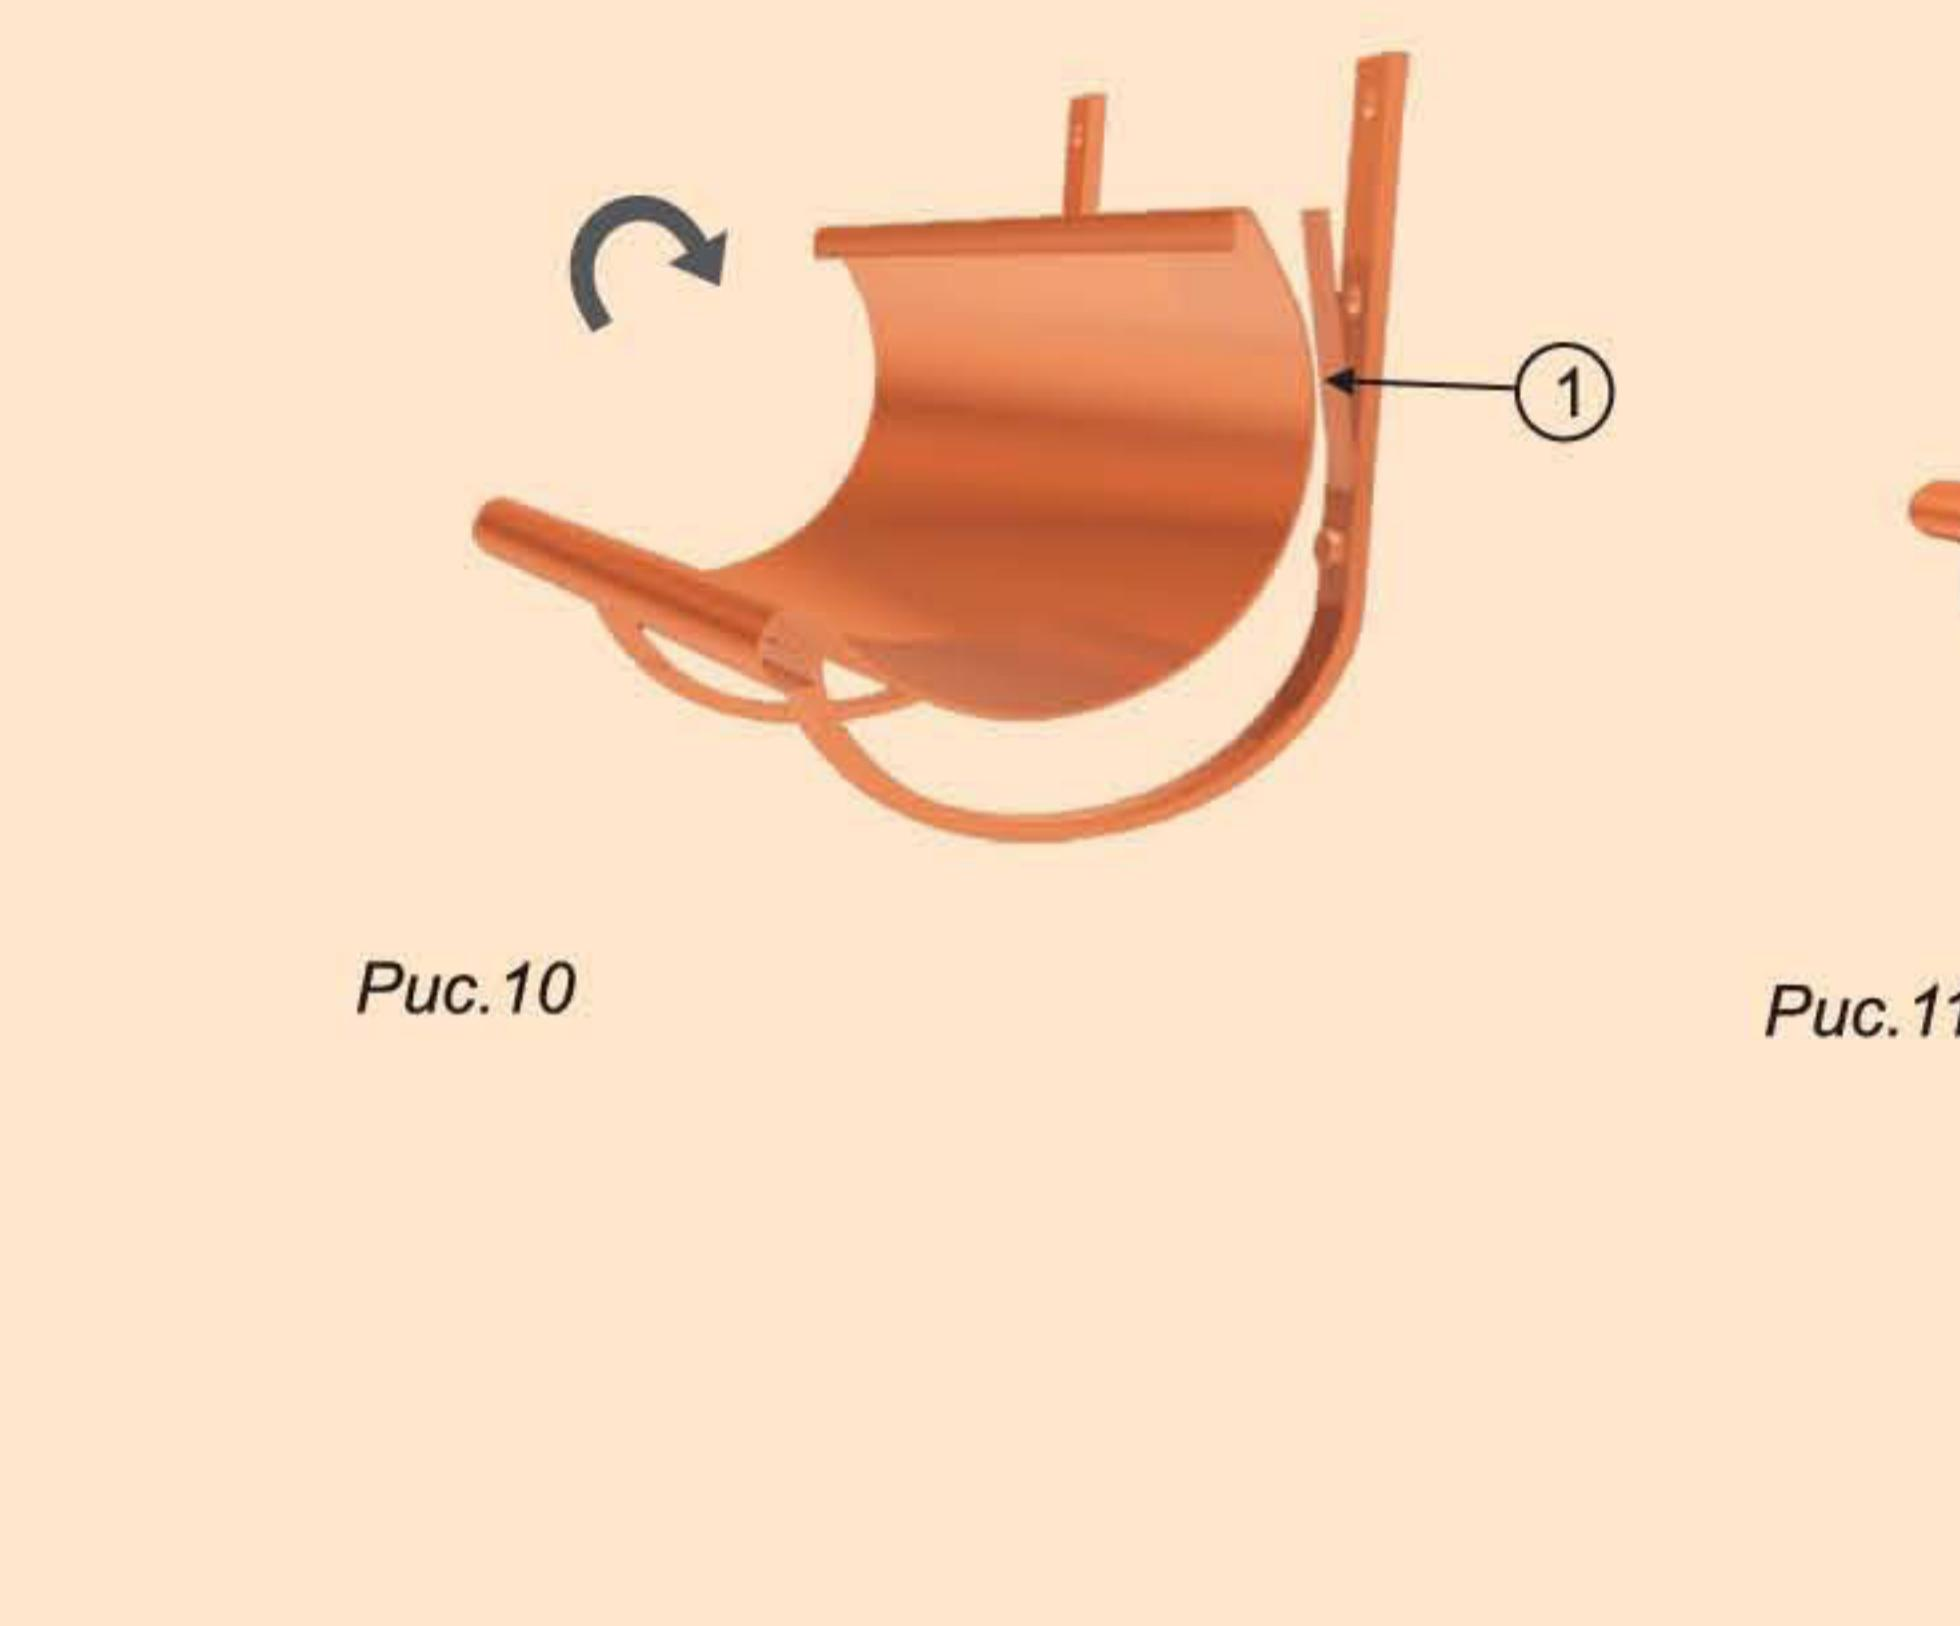

Рис.9
- приложите заглушку к торцу и надавите на нее, поступивая ладонью по заглушке, запустите торец желоба за верхнюю часть резинового уплотнителя (рис.9);